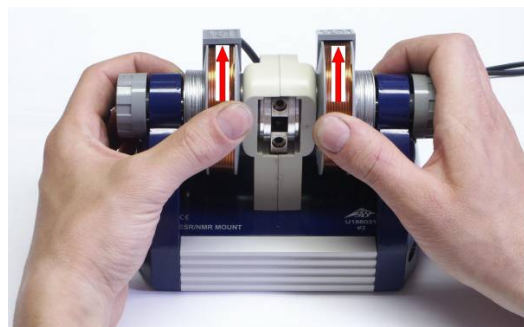

Fig. 10 Spostamento dei magneti
7.5.3 Allentare un poco le viti a testa zigrinata e allontanare i magneti di 1-2 mm dalla posizione di finecorsa. A tale scopo, spingere le due bobine all'indietro con il pollice, aggrappandosi con le altre dita all'unità di base (fig. 10). Osservare il picco e serrare le viti a testa zigrinata.